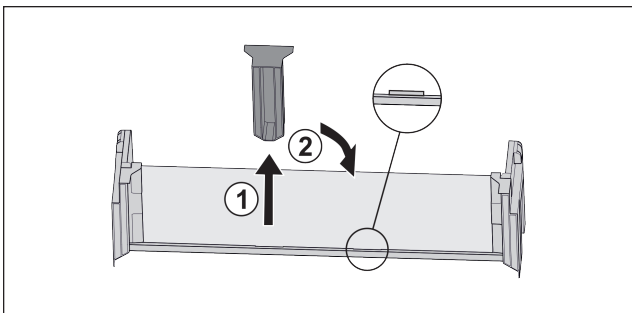

Fig. 54
- ▶ Изтеглете средната задържаща част Fig. 54 (1).
- ▶ Вкарайте средната задържаща част на втората позиция Fig. 54 (2).